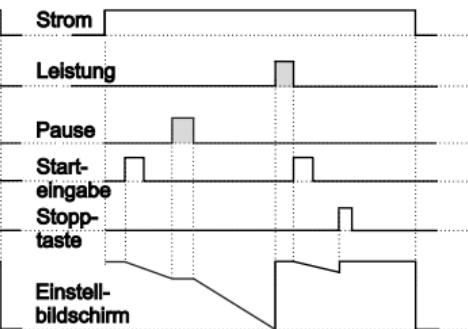

Abbildung 4.2
4.1.2 Wenn Abwärtszählen **dec**=1 und **butF** **bFF** ist, wird das Regelschema in Abbildung 4.2 gezeigt.